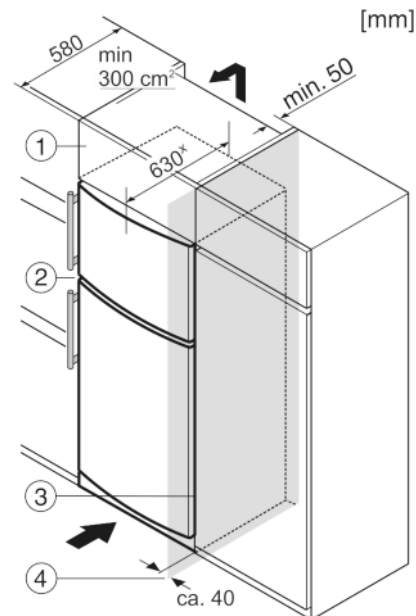

Fig. 7
Устройство может быть окружено кухонными шкафами. Чтобы уравнивать устройство Fig. 7 (2) по высоте с кухонной стенкой, можно установить над устройством дополнительный шкафчик Fig. 7 (1).
При комбинировании с кухонными шкафами (глубина макс. 580 мм) устройство можно установить непосредственно рядом с кухонным шкафом Fig. 7 (3). Устройство выступает сбоку на 34 мм^x и по центру на 50 мм^x относительно передней стенки кухонного шкафа.
Если устройство установлено на шарнирах у стены *Fig. 7 (4)*, то расстояние между устройством и стеной должно быть не менее 40 мм. Настолько выступает ручка при открытой дверце.